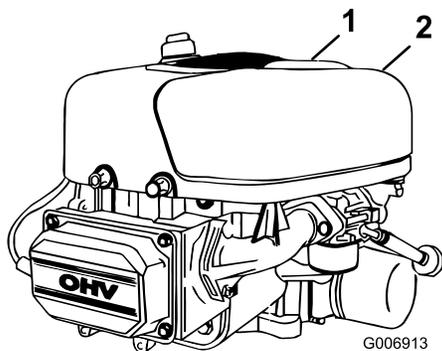

Figura 20
6. Alzate il manico del coperchio del filtro dell'aria e giratelo verso il motore (Figura 20).